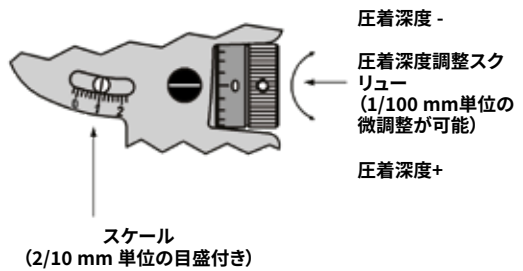

図. 5 - 手動工具
- コンタクトと光ファイバーケーブルを共に圧着工具（CLPZ R、図5 参照）の圧着開口部内にできるだけ奥まで挿入すると同時に、光ファイバーケーブルとコネクタに軽く圧力をかけ、工具が開放音が聞こえるまで締めて下さい。